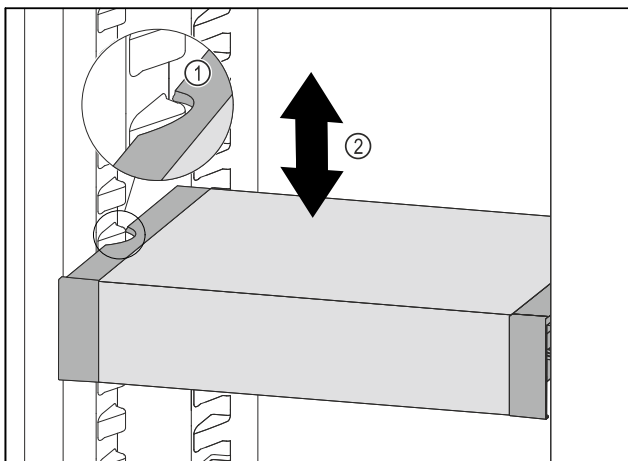

Fig. 139
- Tirare VarioSafe in avanti fino a quando le cavità laterali di VarioSafe non si trovano al livello della nervatura del contenitore nel vano frigorifero. Fig. 139 (1)
- Spostare VarioSafe verso l'alto o verso il basso nel vano frigorifero fino a raggiungere l'altezza desiderata. Fig. 139 (2)